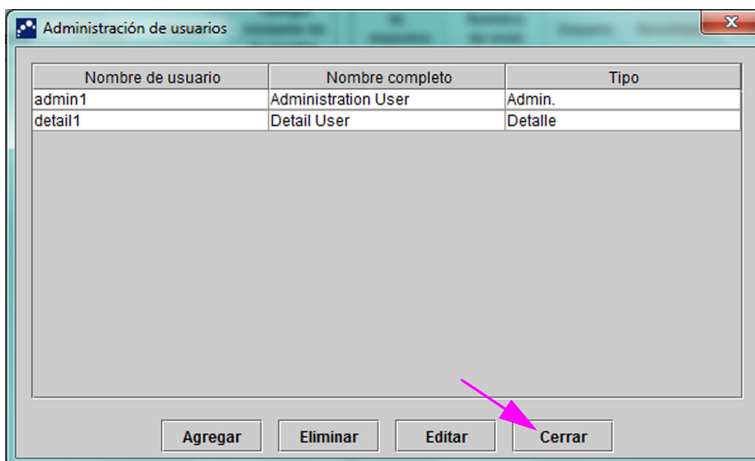

Figura 2-76. Cuadro de diálogo Administración de usuarios después de quitar el usuario
- Para quitar otros usuarios, repita el paso 2 y paso 3. Cuando haya terminado de quitar usuarios, haga clic en **Cerrar** (consulte la figura 2-76).